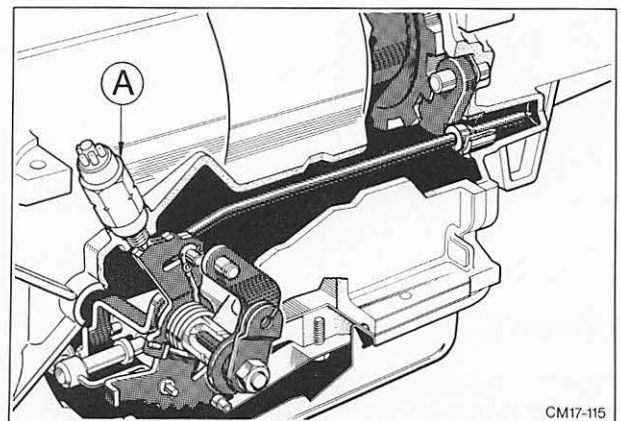

Abb. 61 Schalt- und Parksperrbetätigung
20. Schalter – Startsperr herausrauben und O-Ring abnehmen. Abb. 61. Halter – Rückschaltseilzug entfernen.